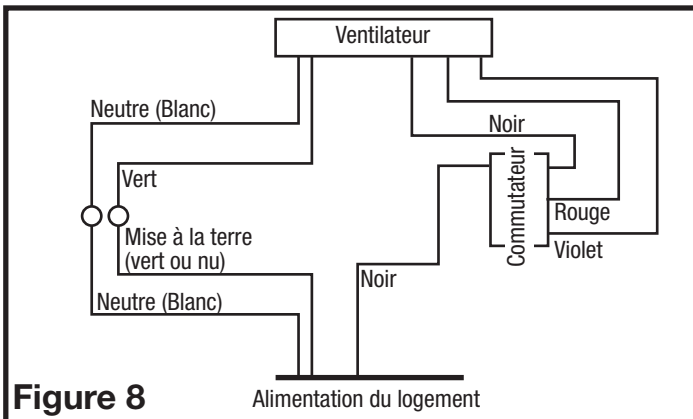

Figure 8
2. Fixez les fils électriques au logement avec une prise électrique approuvée. Connectez le fil blanc du ventilateur au fil blanc (neutre) de la source d'alimentation. Connectez le fil de terre de la maison au fil vert du boîtier du ventilateur. En utilisant un commutateur à trois fonctions correctement mis à la terre (non inclus), connectez le fil noir de l'alimentation au commutateur. Connectez le fil noir (ventilateur) à partir du boîtier du ventilateur à l'une des bornes sur le commutateur. Connectez le fil rouge (lumière) du boîtier du ventilateur à un terminal séparé sur le commutateur. Connectez le fil violet (lumière de nuit) du boîtier du ventilateur à un terminal séparé sur le commutateur (Figure 8). Utilisez des méthodes approuvées pour toutes les connexions.